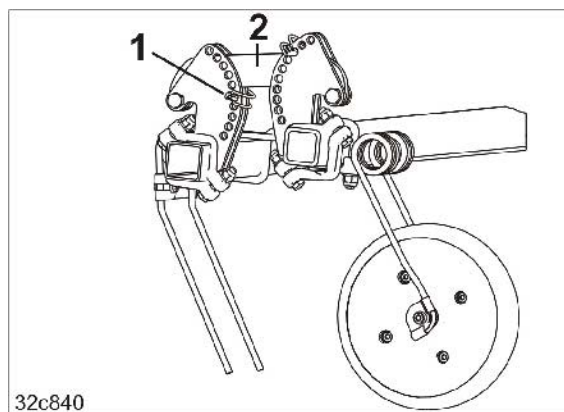

図 175
1. ハロータインの調節は、すべてのセグメントで同じボアにチューブ状のリンチピン (図 175/1) をハンドルバーの下側 (図 175/2) に差し込むことによって行います。